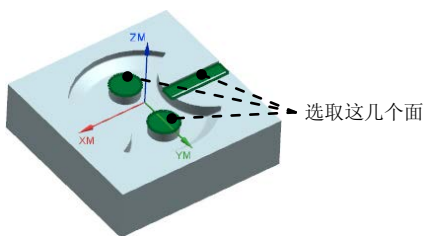

图 21.24 切削区域
Step2. 选取图 21.24 所示的面(共 3 个面)为切削区域, 在“切削区域”对话框中单击 **确定** 按钮, 完成切削区域的创建, 同时系统返回到“底面壁”对话框。